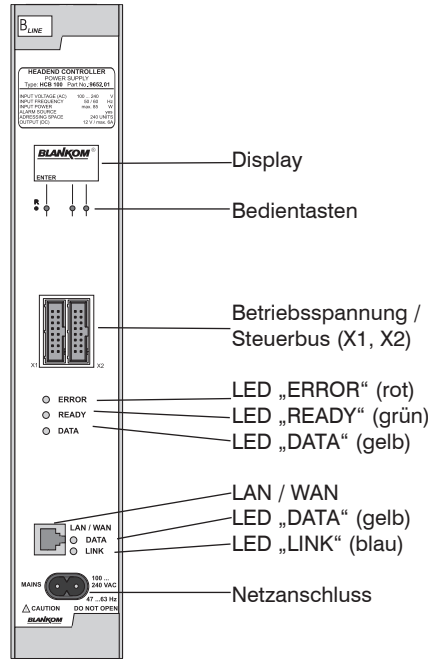

Bild 01
- Anzeige / Einstellung der Parameter des HCB 200 oder eines angewählten Moduls nach Bild 01